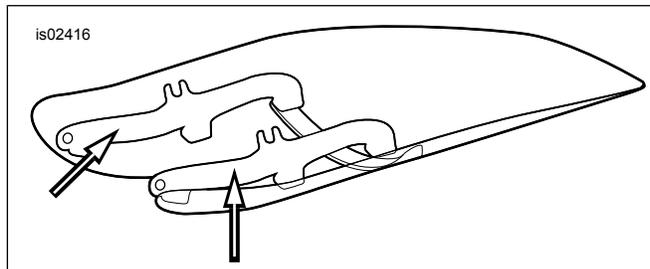
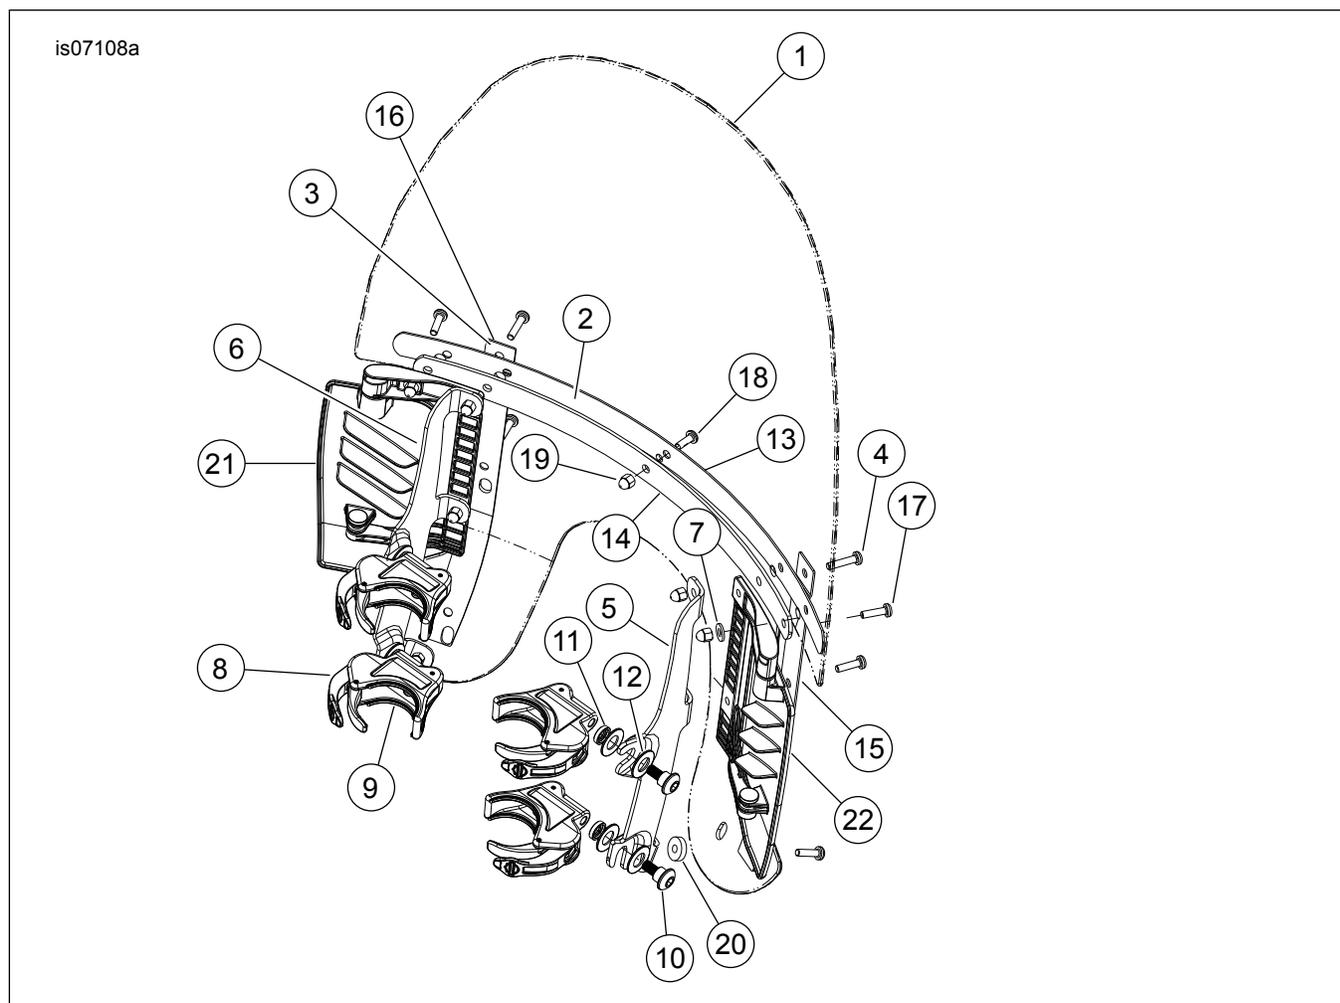

Abbildung 1. Windschutzscheiben-Befestigungshalterungen
Abbildung 3. Ersatzteile: Belüftete, abnehmbare Windschutzscheibe
1. **Siehe Abbildung 1. Die Windschutzscheiben-Teilbaugruppe** aus der Verpackung auspacken und mit der Vorderseite nach unten und den Halterungen nach oben auf eine saubere, weiche Fläche legen.
2. Siehe Abbildung 1, Abbildung 2 und Abbildung 3. Die Schellen- und Befestigungsteilesätze aus der Verpackung nehmen und ähnliche Teile zur Vorbereitung des Zusammenbaus in Gruppen zusammenfassen.